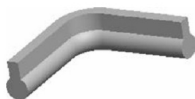

图 3.36 扫描实体特征
步骤 10: 单击草绘工具栏中的  按钮, 完成特征截面的绘制, 单击扫描对话框中的【预览】按钮, 特征如图 3.36 所示。
(1) 开放的轨迹线与封闭的截面: 这是一般情况, 如图 3.36 所示零件。